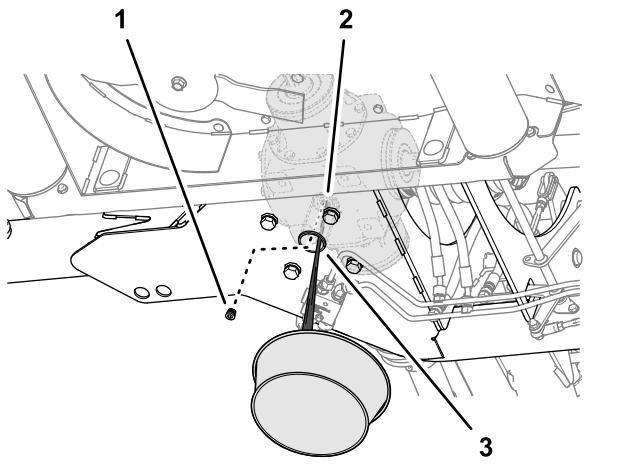

Figura 60
1. Lavorando attraverso il foro di accesso nella piastra inferiore del telaio del tosaerba, allineate una bacinella di spurgo sotto il foro (Figura 60).
2. Rimuovete il tappo di spурго a presa dal relativo foro della scatola ingranaggi centrale e lasciate spurgare completamente il lubrificante (Figura 60).